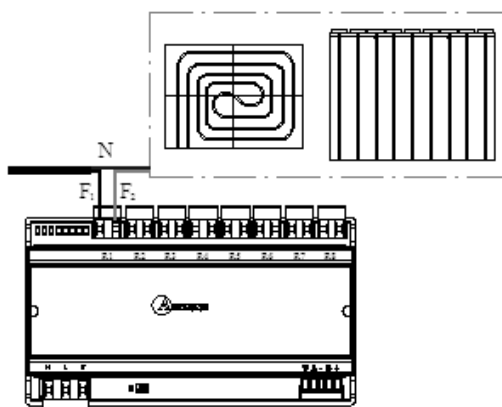
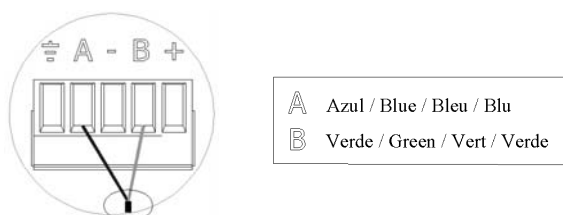
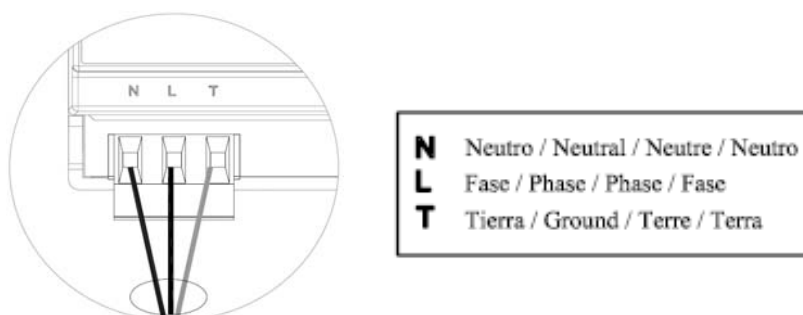

Fig. 35
Fig. 36
Fig. 37
La placa de relé (fig. 35) para el control de elementos radiantes **son elementos que se conectan al bus de expansión de la central ① - Fig. 2.**
La conexión al bus de expansión la realizaremos mediante una borna de 5 pines ubicada en la parte inferior derecha del módulo (Fig. 35). Para ello fije el cable con los tornillos de la borna, **respetando el código de colores asociado a la serigrafía.** (Fig. 36)
La conexión de alimentación eléctrica al módulo la realizaremos mediante una borna de 3 pines ubicada en la parte inferior izquierda del módulo (Fig. 35). Para ello fije el cable con los tornillos de la borna, **respetando la polaridad de las bornas** (Fig. 37).